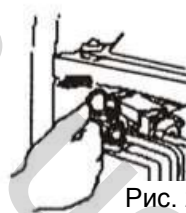

Рис. 26
6.7 Після прогріву двигуна встановіть рукоятку дроселя у позицію "ON" (Рис. 26).